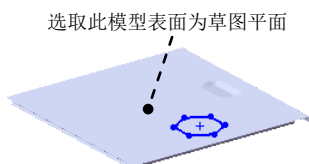
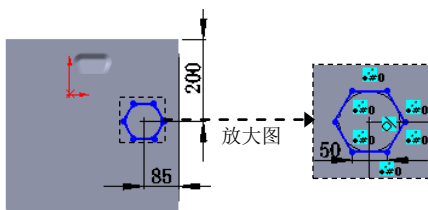

图 17.11.50 草图 1
图 17.11.51 横断面草图
Step15. 创建图 17.11.50 所示的草图 1。选取图 17.11.50 所示的模型表面作为草图平面，绘制图 17.11.51 所示的横断面草图。